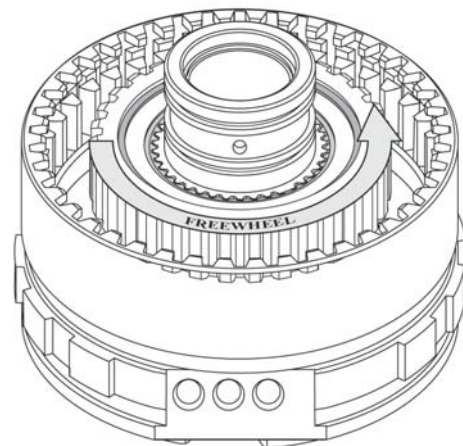

Figura 143
9. Instale o conjunto da roda livre finalizado na carcaça da embreagem de baixa (Veja figura 143).
A pista externa da roda livre deverá girar livremente no sentido anti-horário e travar no sentido horário (veja figura 143).